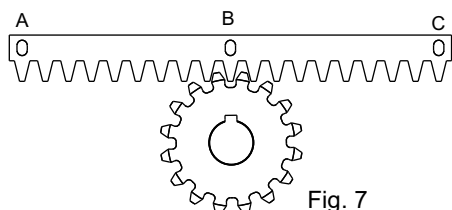
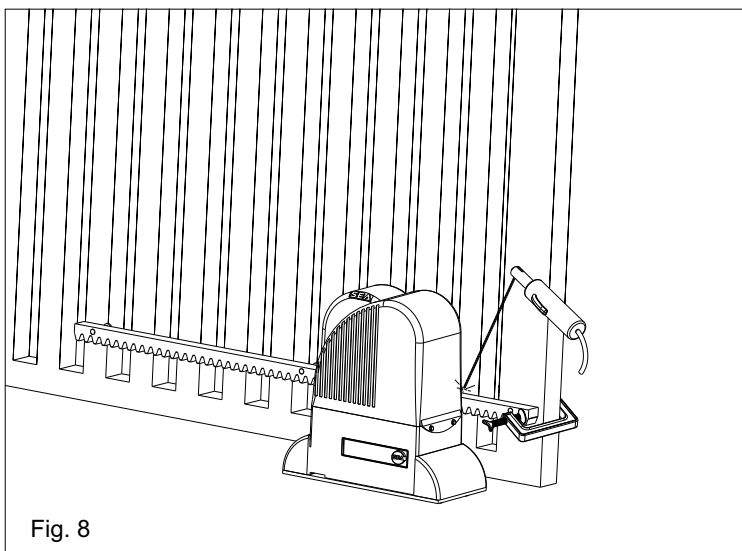

Fig. 7
Fig. 8
**5.3.** Apoyar el elemento de cremallera al piñon dentado del motoreductor en modo que resulte paralela la guía a nivel del suelo de la cancela y posicionandolo como en Fig. 7 y puntar con electrosoldadura la lengüeta central B a la estructura de la cancela (Fig. 8).